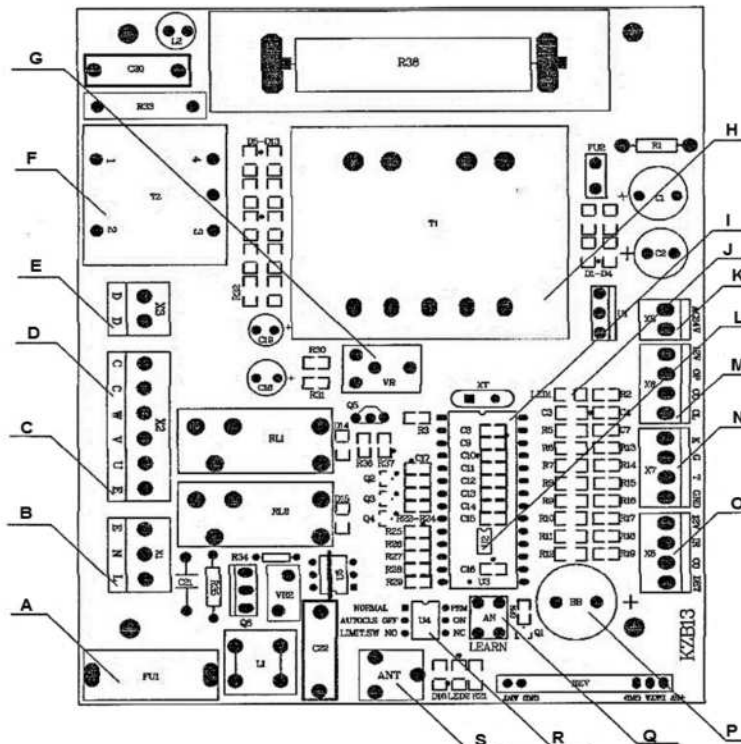

Fig.11
Asegúrese de que el Operador Corredizo este sin Energía Eléctrica antes de Realizar cualquier Conexión Eléctrica. Retire la Cubierta del Operador, Realice el Cableado Necesario y Adecuado. Ver (Fig.11) y Vuelva a Colocar la Cubierta del Operador Corredizo.
• **Cierre Automático:** Mueva a la Posición ON el Primer y Segundo DIP. Ver (Fig.11). Interruptor DIP, Presionar El Botón del Transmisor (Botón 1, Botón 2 o Botón 3) que ha sido Programado para Abrir el Portón, Detener el Portón a Cualquier Posición Presionando el mismo Botón, espere durante los Segundos que Necesite (El Rango es de 1 – 44 Segundos, este Periodo de Tiempo es considerado “Tiempo de Cerrado Automático”), Cerrar el Portón Presionando el mismo Botón. Presionar de Nuevo el Botón para Detener el Portón o se detendrá en la Posición de cierre si el límite de carrera es alcanzado. Después, regrese el primer DIP a la posición OFF inmediatamente.
• **Cancelación del Cierre Automático:** Por favor Mueva a la Posición ON el Primer y Segundo DIP. Ver (Fig.11). Interruptor DIP, Presionar el Botón del Transmisor (Boton1, Botón 2 o Botón 3) que ha sido Programado para Abrir el Portón. Detener el Portón en Cualquier Posición Presionando el Mismo Botón, espere hasta que el Portón se Cierre Automáticamente (45 segundos). Presionar el mismo Botón para Detener el Portón o se Detendrá en la Posición de Cierre si el Límite de Carrera es Alcanzado. Después de que este Ajuste esté Completado, Regrese el Primer DIP a la Posición OFF Inmediatamente.
• **Modo Peatón:** Por favor Mueva a la Posición ON el Primer y Segundo DIP, Ver (Fig.11). Interruptor DIP. Presionar el Botón 4 (**TXCH4**) para Abrir el Portón. Esperar hasta que el Portón Abra la Distancia que Requiere (El Rango de Distancia es 0.3m–1.5m o espere entre 3–10 segundos), este Periodo de Tiempo es Considerado “Ancho del Modo Peatón”. Después presione el mismo Botón 4 (**TXCH4**) para Detener el Portón, Espere por Algunos Segundos (1–44 segundos), este Tiempo es Considerado el Cierre Automático del Modo Peatón. Cierre el Portón Presionando el mismo Botón 4 (**TXCH4**). Presionar de nuevo el Botón para detener el Portón o el Portón se Detendrá en la Posición de Cierre si el Límite de Carrera es Alcanzado. Después de que este Ajuste esté Completado, Regrese el primer DIP a la Posición OFF Inmediatamente. De este Modo se ha Establecido el **Ancho del Modo Peatón**. Si Abre el Portón Utilizando el Botón 4 (**TXCH4**), el Portón se Detendrá en la Posición Esperada que ha Establecido.
• **Cancelación del Modo Peatón:** Por Favor Mueva a la Posición ON el Primer y Segundo DIP. Ver (Fig.11). Interruptor DIP, Presionar el Botón 4 (**TXCH4**) para Abrir el Portón Esperar por más de 15 Segundos. Después Presionar el Mismo Botón 4 (**TXCH4**) para Detener el Portón. Esperar hasta que el Portón Cierre Automáticamente (45 segundos), Presionar de Nuevo el Botón 4 (**TXCH4**) para Detener el Portón o el Portón se Detendrá en la Posición de Cierre si el Límite de Carrera es Alcanzado. Después de que Este Ajuste esté Completado, Regrese el Primer DIP a la Posición OFF Inmediatamente. De este Modo el Ancho y Cierre Automático del Modo Peatón han sido Cancelados.
• **Agregar Transmisores Adicionales:** Retirar la Cubierta del Operador Corredizo. Presione y Mantenga Oprimido el Botón de Programación “LEARN” (Fig.11), Sección “Q”) por 2 Segundos el “LED” del Receptor de la Tableta Electrónica del Operador Corredizo se Iluminará y Emitirá un Bip del Zumbador (Fig.11). Presione el Botón del Transmisor que Desea Utilizar. El “LED” del Receptor Parpadeará unos 2 Segundos y luego se Apagará. El Proceso de Programación ha Terminado Exitosamente. Se pueden Programar hasta 25 Botones de Transmisores.